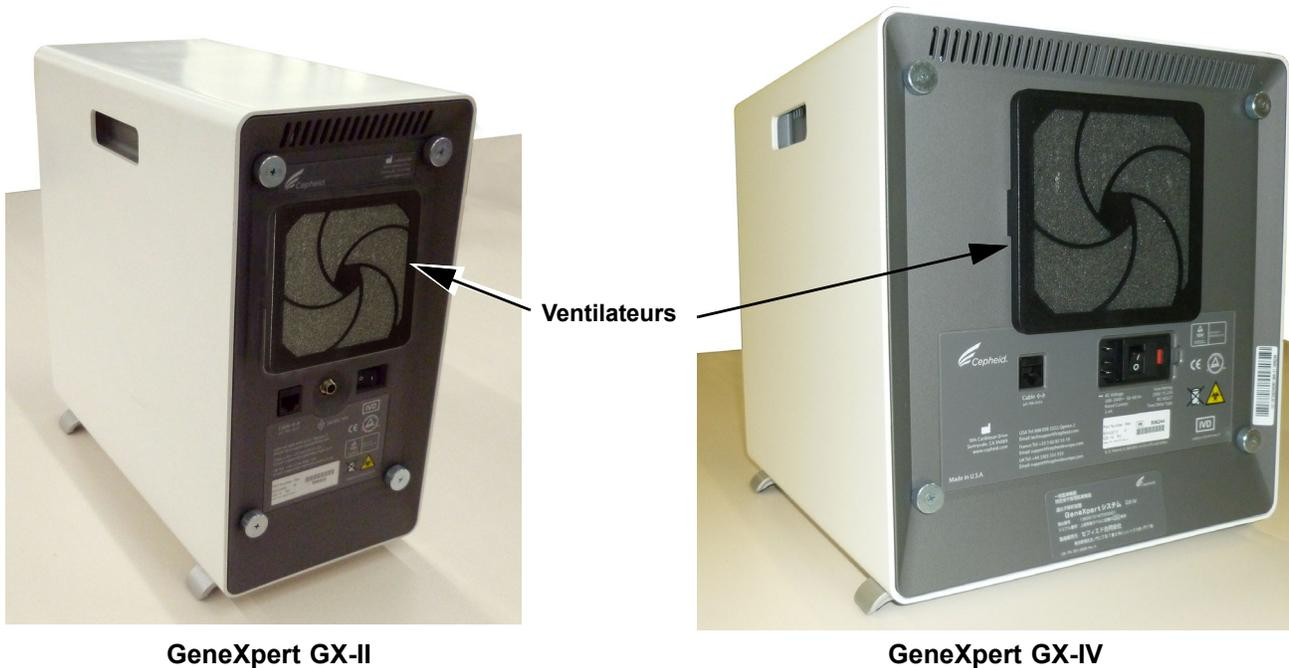

Figure 9-8. Instruments GeneXpert GX-II et GeneXpert GX-IV positionnés pour accéder aux ventilateurs
Nettoyer les filtres du ventilateur chaque semaine ou plus fréquemment si nécessaire, si l'instrument est utilisé dans une zone de forte pollution, poussière ou fumée. Remplacer les filtres de ventilateur tous les trimestres ou plus fréquemment si nécessaire. Les instruments GX-II et GX-IV sont dotés d'un seul filtre de ventilateur. L'emplacement des filtres de ventilateur est à l'arrière des instruments. Voir Figure 9-8. Le matériel nécessaire à la procédure est le suivant :
3. Repositionnez l'instrument de manière à pouvoir accéder sans difficulté au filtre du ventilateur. Voir Figure 9-8.